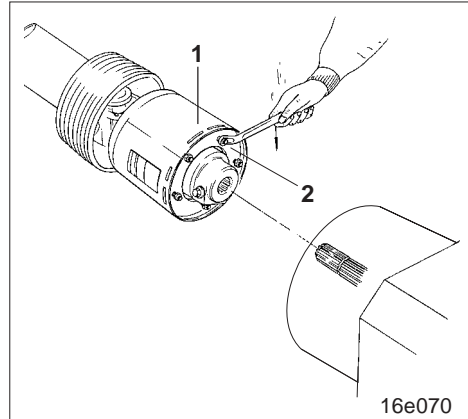

Fig. 19.15
Beim Blockieren der Kreisel durch Steine oder andere Fremdkörper zwischen den Zinken verhindert die Reibkupplung EK 96/4 (Fig. 19.15/1) Schäden an den Getriebeelementen. **Darum muß die Funktion der Reibkupplung immer sichergestellt sein.**
2. Alle Skt.-Muttern (Fig. 19.15/2) bis zum Anschlag anziehen. Hierdurch werden die Reibscheiben entlastet.
5. Alle Skt.-Muttern (Fig. 19.15/2) so weit zurückdrehen, bis ca. 5 mm Luft zwischen den Muttern und der Scheibe ist.